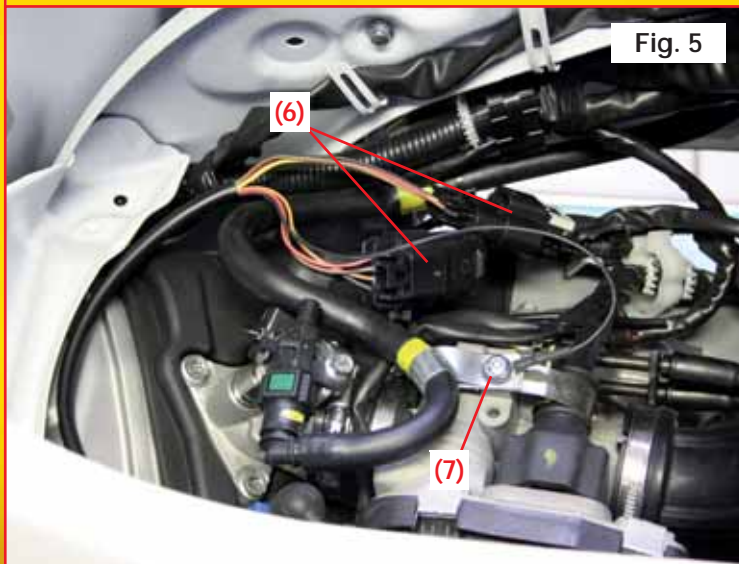

Fig. 5
- Separare i due connettori (6) e interporre l'O₂ controller (Fig. 5).
Attenzione: collegare l'occhiello di massa sopra al corpo farfallato (7), onde evitare il cattivo funzionamento del sistema (Fig. 5).
- Disconnect the connector (6) and insert, into the circuit, the O₂ controller (Fig. 5).
Attention: screw the ground ring terminal to the throttle body (7), hence avoiding any malfunctioning of the system (Fig. 5).
- Déconnecter les deux connecteurs (6) et y insérer l'O₂ controller (Fig. 5).
Attention : Connecter le fil de masse sur le corp à papillon (7) afin d'éviter un mauvais fonctionnement du système (Fig. 5).
- Die beiden Konnektoren (6) trennen und den O₂-Regler zwischenschalten (Abb. 5).
Achtung: den Ösenanschluss mit dem Drosselklappengehäuse (7) verbinden, um Fehlfunktionen des Systems vorzubeugen (Abb. 5).
- Desconecte los dos conectores (6) e introduzca el O₂ controller (Fig. 5).
Atención: conecte la anilla de masa encima del elemento de mariposa (7), para evitar el funcionamiento incorrecto del sistema (Fig. 5).